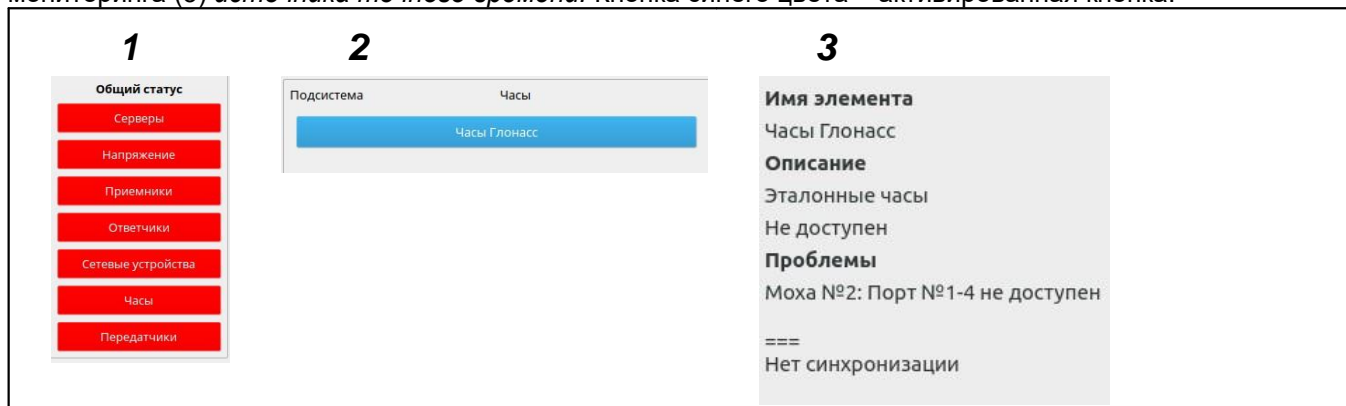

Рисунок 20
На составном скриншоте (рис. 20) представлена последовательность действий (1 и 2) для открытия окна мониторинга (3) *источника точного времени*. Кнопка синего цвета – активированная кнопка.
**Область мониторинга** (3 на рис. 20) предоставляет текстовые данные о состоянии выбранного элемента. В поле *Проблемы* выводятся причины, вызвавшие отклонения от штатного режима работы.